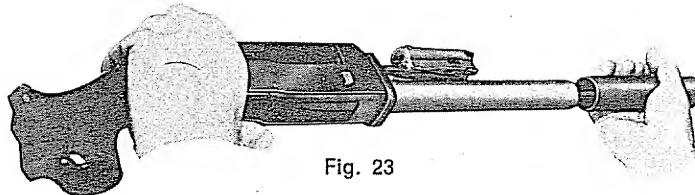

Fig. 23
- c) Ponendo il gruppo calcio culatta con la finestra di espulsione verso l'alto, con la mano destra impugnare il manicotto (tav. 2a - P) e sfilarlo verso l'avanti, facendo fuoriuscire il gruppo otturatore dalla culatta (fig. 23).
- c — hold stock-receiver assembly with the ejection port upward, with the left hand; with the right hand grasp the action bar sleeve (P - Table 2) and slide it forward off magazine tube to withdraw the bolt assembly from the receiver (fig. 23).
- c — tenir l'ensemble crosse-boîte de culasse avec la fenêtre d'éjection vers le haut, avec la main gauche; avec la main droite saisir le manchon du bras de commande (table 2 - pièce P) et le séparer du groupe en le tirant vers l'avant pour faire sortir le groupe culasse mobile de la boîte de culasse (fig. 23)